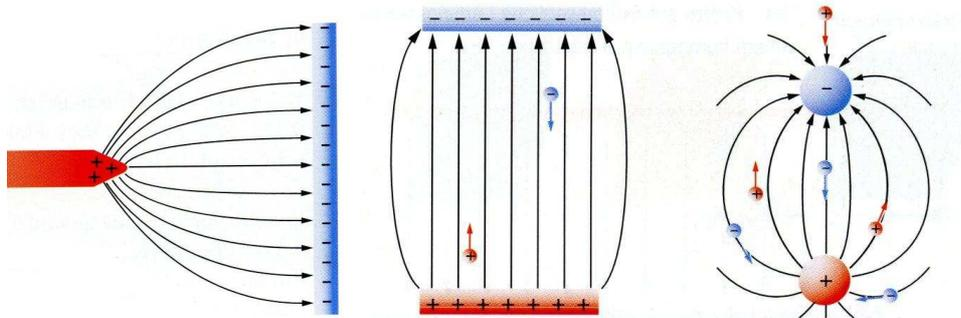

Abbildung 13: Kraft auf eine Probeladung in elektrischen Feldern: Spitze/Platte (inhomogen), Platte/Platte (homogen) und Kugel/Kugel (inhomogen)
- frei bewegliche Ladungsträger werden in Feldrichtung bzw. entgegengesetzt der Feldrichtung **beschleunigt** (siehe auch Abb. 13)